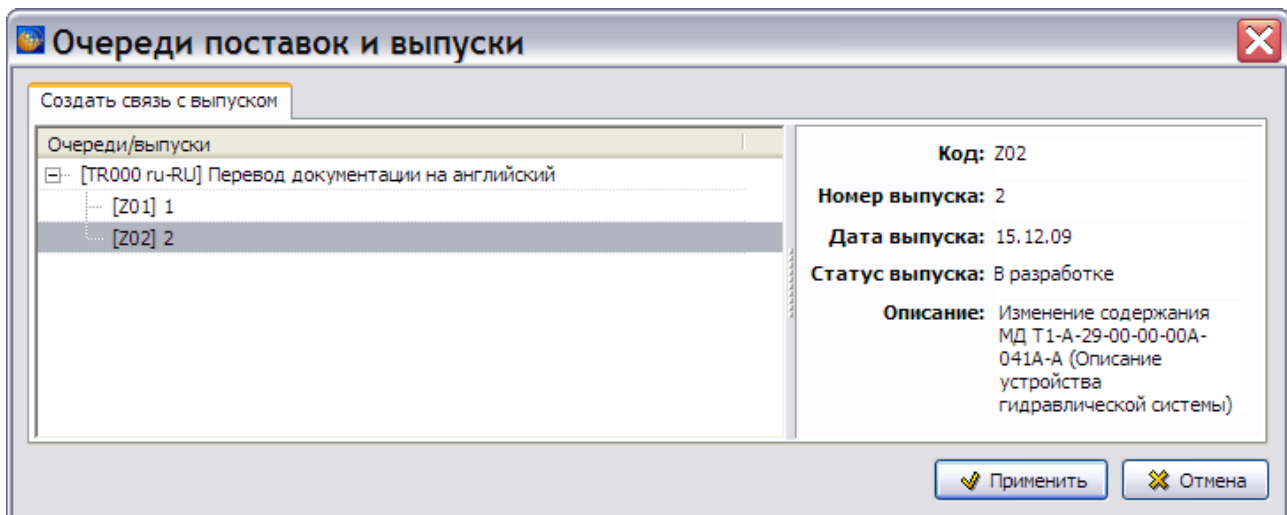

Рис. 23.23
3. Нажмите на кнопку **Добавить**  на панели инструментов, расположенной в правой части окна. При этом появится окно **Очереди поставок и выпуски** (Рис. 23.23).